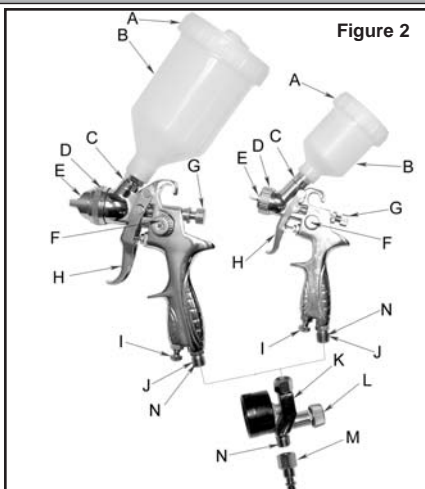

Figure 2
- Installer le régulateur sur l'orifice d'entrée d'air de l'outil, puis installer un connecteur femelle NPT de 1/4 po (non fourni) sur l'orifice d'entrée d'air du régulateur. (Voir la figure 2). **Remarque : apposer du ruban Téflon® sur tous les raccords filetés.**